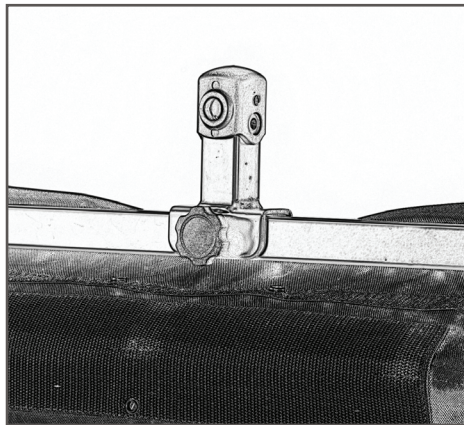

図32
5. ねじ込み定着ノブをブラケットの底部の穴に挿入してしっかりと締めます (図32)。